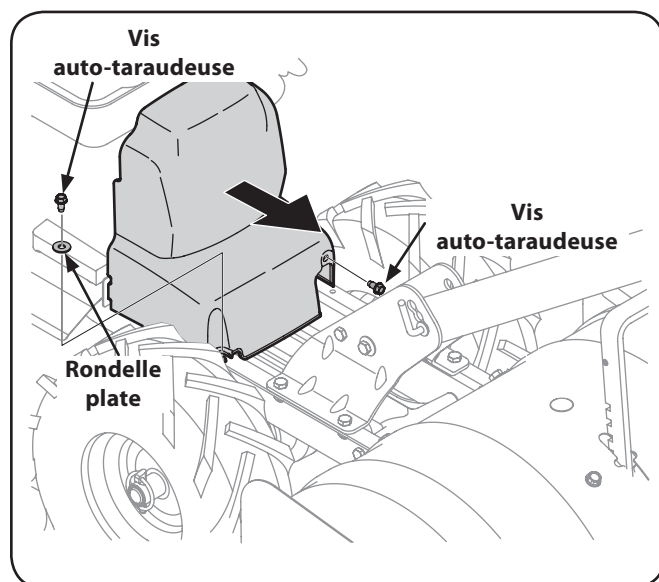

Figure 7-1
2. Démontez le couvre-courroie, comme à la Figure 7-1, en commençant par enlever les deux vis auto-taraudeuses hex. de $\frac{1}{4}$ - 20. Enlevez le couvre-courroie et placez-le à un endroit sûr.